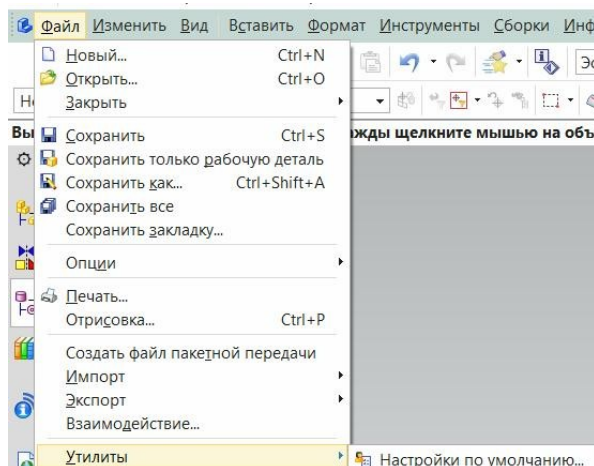
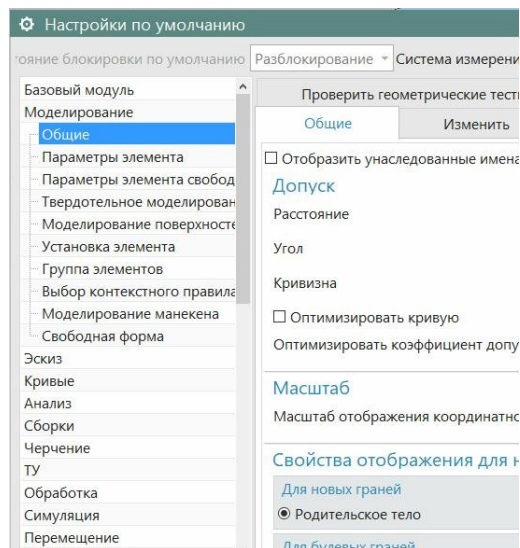

рис.99
Рис.100
- Доступ к тяжелым настройкам можно получить из падающего меню Файл: *Файл \ Утилиты \ Настройки по умолчанию* (рис.99). В ответ откроется очень большое диалоговое окно рис.100 со многими закладками и разделами.